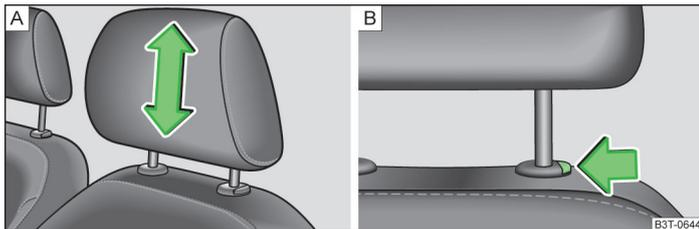

Abb. 54 Kopfstützen: einstellen / ausbauen
- › Die Kopfstütze seitlich mit beiden Händen anfassen und diese je nach Wunsch nach oben schieben » Abb. 54 - A.
- › Möchte man die Kopfstütze nach unten verschieben, dann die Sicherungstaste » Abb. 54 - B mit einer Hand drücken und gedrückt halten, und mit der anderen Hand die Kopfstütze nach unten drücken.
- › Die Sicherungstaste in Pfeilrichtung drücken » Abb. 54 - B und die Kopfstütze herausziehen.